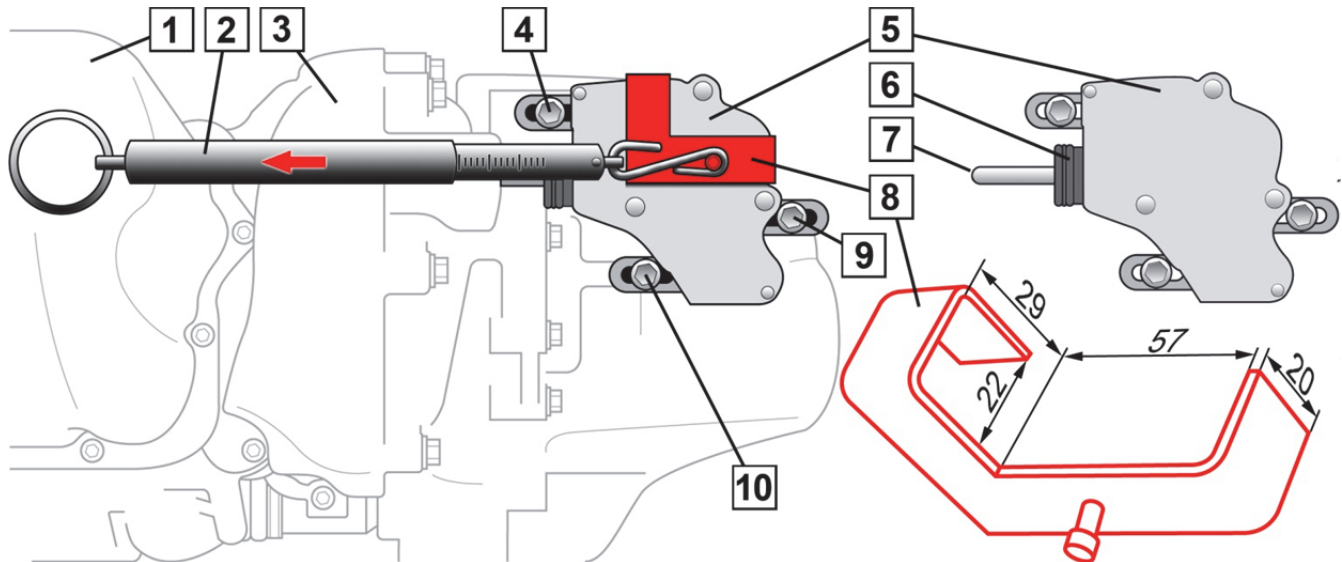

Abb. 1: Kupplungsaktuator mit Federwaage zum Einstellen der Vorspannkraft
1. Kupplungsaktuator (5) so positionieren, dass der Stößel (7) sicher an der Stößelaufnahme des Ausrückhebels anliegt.
4. Spezialwerkzeug (8) auf den Kupplungsaktuator (5) setzen.
5. Federwaage (2) am Spezialwerkzeug (8) einhaken und in Pfeilrichtung spannen (Abb.1).
6. Federwaage (2) am Spezialwerkzeug (8) einhaken und in Pfeilrichtung spannen (Abb.1).